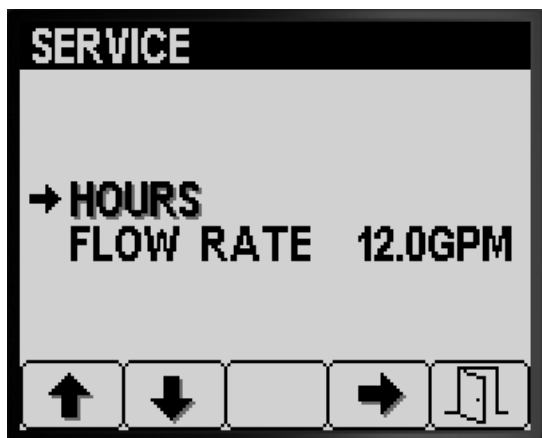

图 80
1. 按 Service维护屏幕上的 1 号或 2 号按钮直至到达 HOURS时数 选项 图 80。
2. 按 4 号按钮可选择 Hours时数条目 图 80。